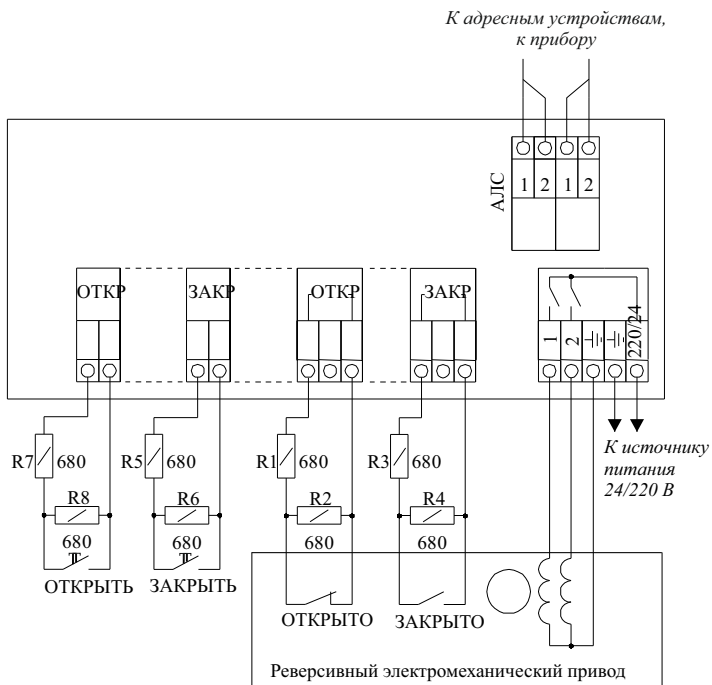

Рисунок 2 (заслонка клапана в положении «Открыто»)
- Реверсивный привод (рисунок 2)